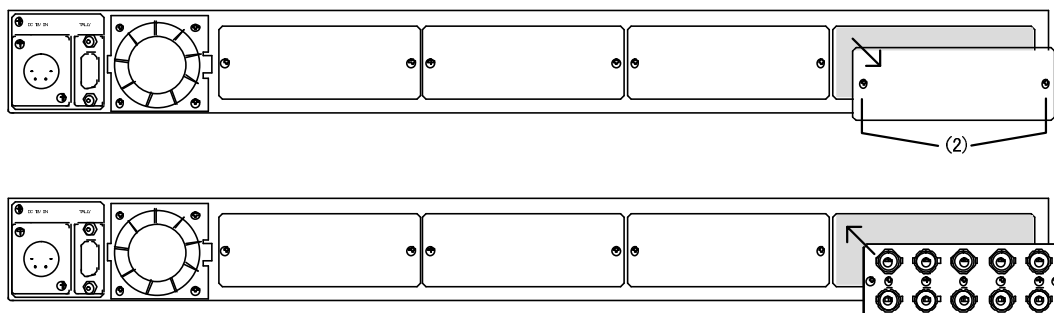

図 4-2 コネクタモジュールの取り付け
(3) メインモジュール交換の場合は、交換するメインモジュールの取手を手前にまっすぐ引き抜きます
(4) 必要があればコネクタモジュールを増設します。(図 4-2)